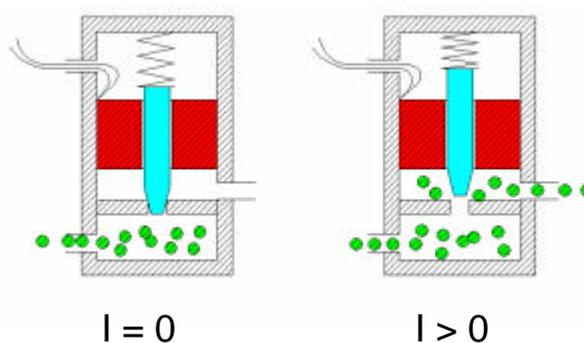

Figura 5.2: Servo-válvula de fluxo.  $I$  é a corrente elétrica na válvula
A Servo-válvula de fluxo converte o sinal de corrente em fluxo, quando existe um gás pressurizado em sua entrada. Na Figura 5.2 observa-se que ao se manter a corrente aplicada à válvula em zero, o fluxo em sua saída é zero, pois o seu estado natural é **NORMALMENTE FECHADO (NF)**. O que mantém a válvula fechada é uma mola calibrada que exerce força suficiente para que a agulha mantenha a passagem do gás fechada. Ao aplicar uma corrente à agulha, comprime a mola permitindo a passagem de gás da entrada para a saída.